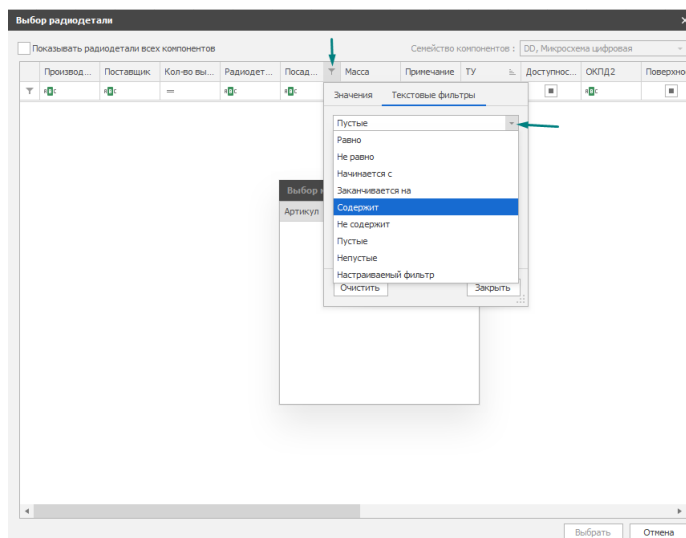

Рис. 97 Поиск радиодетали по текстовому фильтру
4.2. При выборе вкладки «Текстовые фильтры» формируется перечень всех значений данного атрибута, заданных при создании компонента и удовлетворяющих условиям, указанным в окне «Текстовые фильтры», см. Рис. 97.